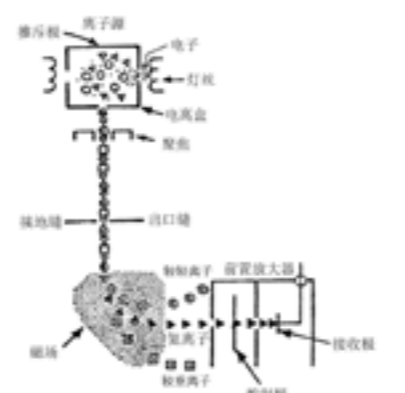

图1-1 氮质谱检漏仪的工作原理图
氮质谱检漏仪是根据质谱学原理，用氮气作探索气体形成的气密性检测仪器。其质谱原理如图 1-1 所示。灯丝发射出来的电子经加速进入电离室，在电离室内与残余气体分子和经被检件漏孔进入电离室的氮气相互碰撞使其电离成正离子，这些离子在加速电场作用下进入磁场，由于洛伦兹力作用产生偏转，形成圆弧形轨道，轨道半径
1. 离子源包括电离盒、推斥极、聚焦极、灯丝及出口缝（参见图 1-1）以其 3 个弹性片卡装在管壳腔体内，其余皆点焊在八芯圆法兰上，用固定卡和橡胶 O 圈密封连接在壳体上。灯丝用 $\Phi 0.2$ mm 的钨钨丝绕成螺旋状。有两个灯丝，一个工作，另一个备用。在壳体外侧对着离子源灯丝部位有两个可旋转偏心磁极，换灯丝或更换离子源后应适当旋转一下，找到最佳位置，使氮峰最强。